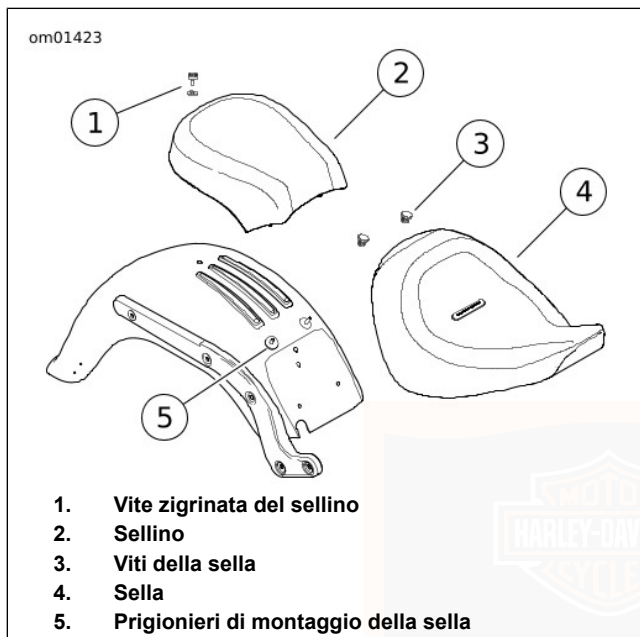

Figura 53. Sella e sellino
1. Vedere Figura 53. Rimuovere dalla parte superiore del parafango posteriore la vite zigrinata e la rondella.
1. Vedere Figura 53. Rimuovere il sellino.